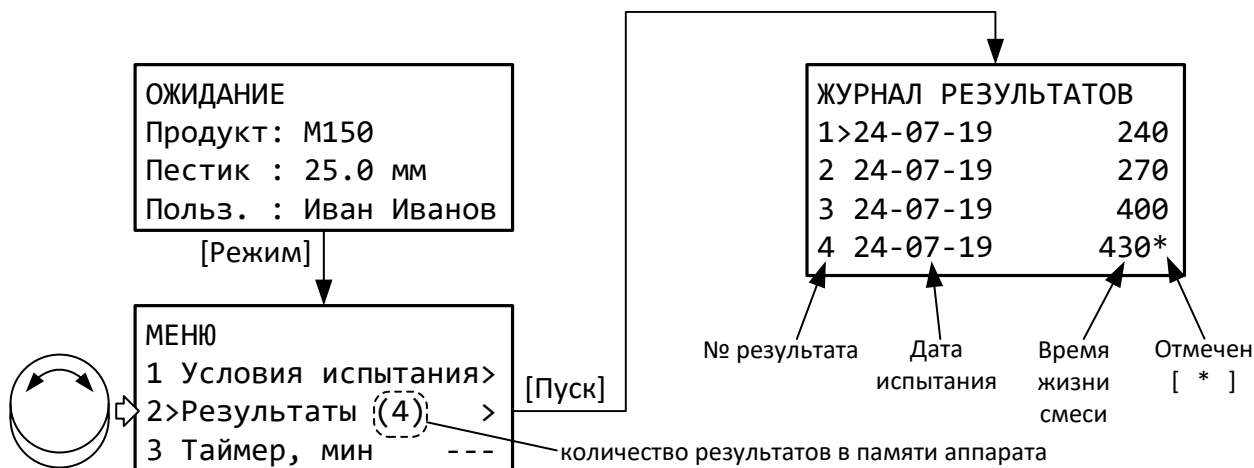

Рисунок 13 – Журнал результатов
4.6.2 Открыть журнал результатов (рисунок 13).